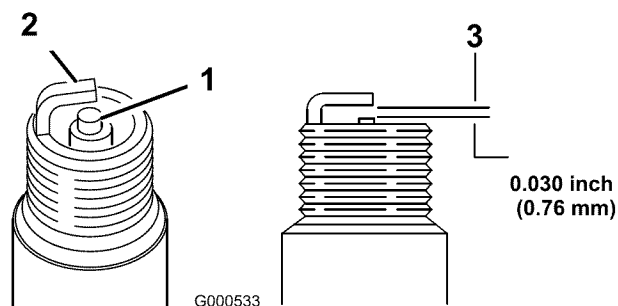

Figura 27
- Mire la parte central de la bujía (Figura 27). Si se observa un color gris o marrón claro en el aislante, el motor está funcionando correctamente. Si el aislante aparece de color negro, significa que el limpiador de aire está sucio.
- Compruebe la separación entre los electrodos central y lateral (Figura 27). Si la distancia no es correcta, doble el electrodo lateral (Figura 27).